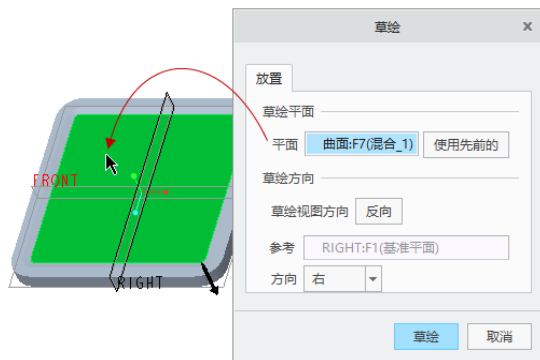

图 5-111 定义草绘平面与草绘方向
(1) 单击📐（拉伸）按钮，打开“拉伸”选项卡。
(2) 在“拉伸”选项卡中打开“放置”滑出面板，单击“定义”按钮，弹出“草绘”对话框。
(3) 选择图 5-111 所示的零件实体面定义草绘平面，默认以 RIGHT 基准平面作为“右”方向参